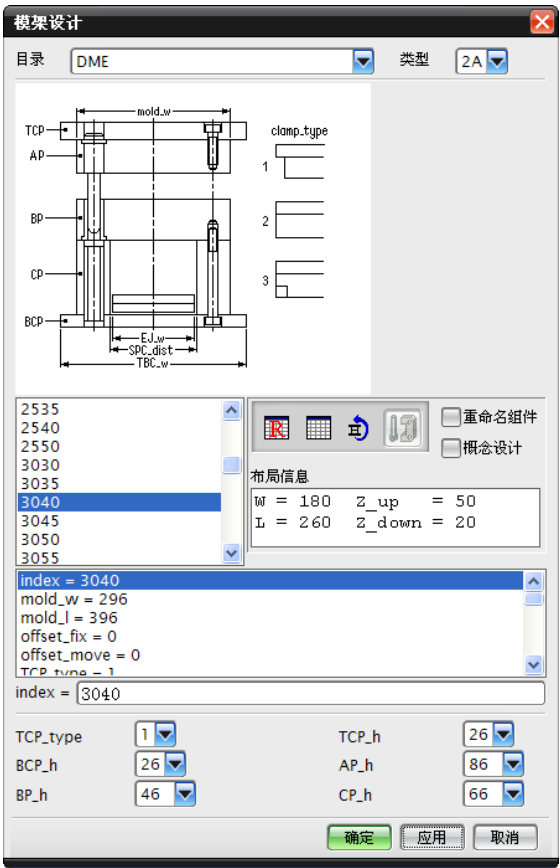
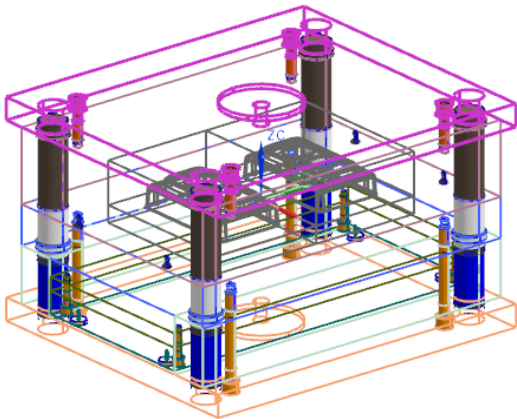

图 9-84 【模架设计】对话框
图 9-85 创建模架
(1) 单击 MoldWizard 工具栏中【模架库】按钮，弹出如图 9-84 所示【模架设计】对话框。
(2) 在如图 9-84 所示【模架设计】对话框中，选择 DME 模架，规格为 3040，A 板厚度为 86，B 板厚度为 46，默认系统其他参数。
(3) 在如图 9-84 所示【模架设计】对话框中单击【确定】按钮，系统创建模架，如图 9-85 所示。